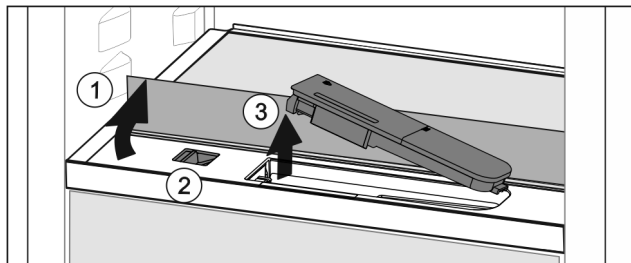

Fig. 114
- ▶ Lyft glashyllan och fäll bak den till anslag Fig. 114 (1).
- ▶ Skjut reglaget Fig. 114 (2) åt vänster.
- ▶ Ta ut vattenbehållaren Fig. 114 (3).